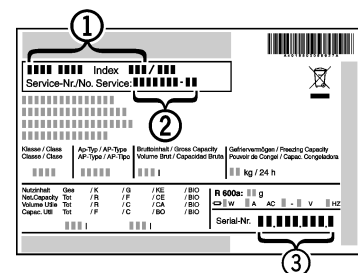

Fig. 6
- ▶ Apparaataanduiding Fig. 6 (1), service-nr. Fig. 6 (2) en serie-nr. Fig. 6 (3) van het typeplaatje aflezen. Het typeplaatje bevindt zich aan de linkerkant binnen in het apparaat.
- ▶ Contact opnemen met de Technische Dienst en het probleem, apparaataanduiding *Fig. 6 (1)*, service-nr. *Fig. 6 (2)* en serie-nr. *Fig. 6 (3)* mededelen.